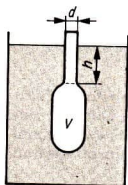

Bild 33
- 4.11 Ein Aräometer (Bild 33) mit der Masse  $m$  taucht in eine Flüssigkeit der Dichte  $\rho$  ein. Berechnen Sie die Eintauchtiefe  $h$ .